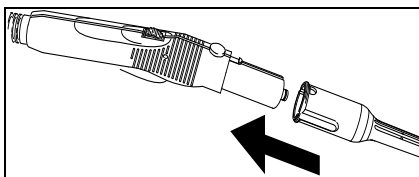

Fig. 6
- Tilslut det nødvendige tilbehør (D1,E1, F1) til damp pistolen (C1). Sæt tilbehørets åbne ende på damp pistolen (C1) og skub det ind på damp pistolen, så damp pistolens åbneknop (C2) falder i hak. (se fig. 6).